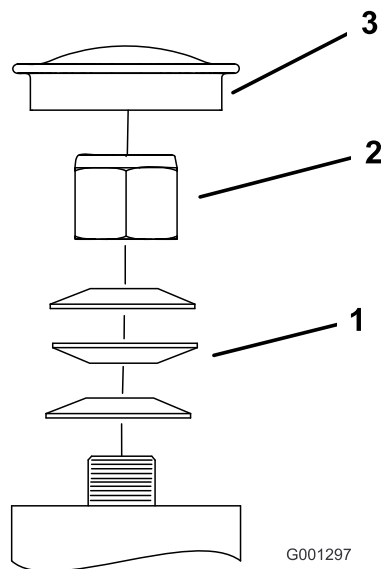

Figura 65
3. Retire el tapón guardapolvo de la rueda giratoria y apriete la contratuerca (Figura 65).
4. Apriete la contratuerca hasta que las arandelas de muelle estén planas, luego afloje la contratuerca $\frac{1}{4}$ de vuelta para establecer la pre-carga correcta de los cojinetes (Figura 65).
Importante: Asegúrese de que las arandelas de muelle están correctamente instaladas, según se muestra en la Figura 65.
5. Coloque el tapón guardapolvo (Figura 65).